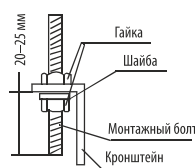
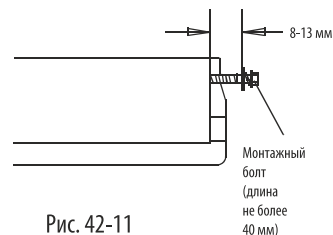

Рис. 42-10
Рис. 42-11
2. Закрепите кронштейн на монтажных болтах (см. рис. 42-10). Подготовьте монтажные болты для блока (см. рис. 42-11)